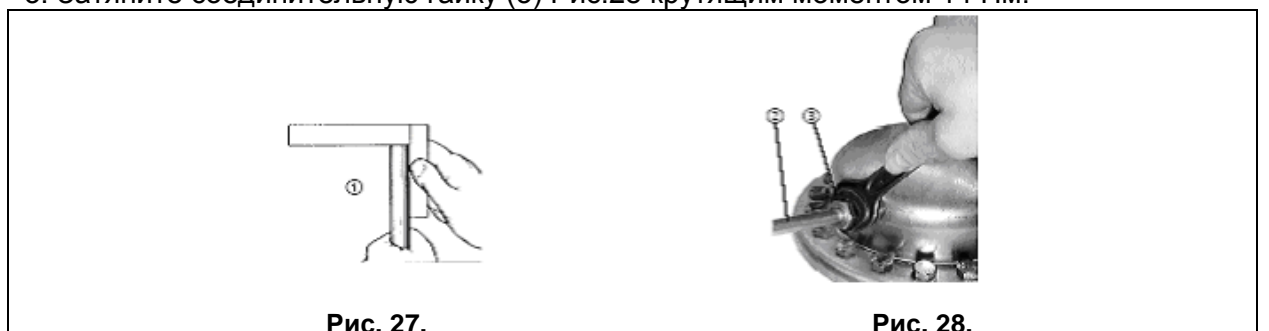

Рис. 27.
1. Обрежьте трубку перпендикулярно оси и выровняйте ее торец (1) Рис.27.